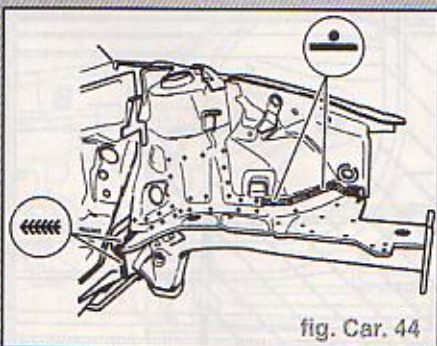

fig. Car. 44
- Souder la zone d'accostage en cordon continu sous gaz de protection (fig. Car. 44)